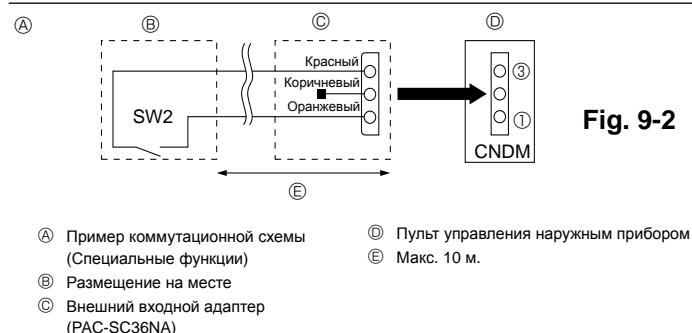

Fig. 9-2
9.2. Специальные функции (модификация "на месте") (Fig. 9-2)